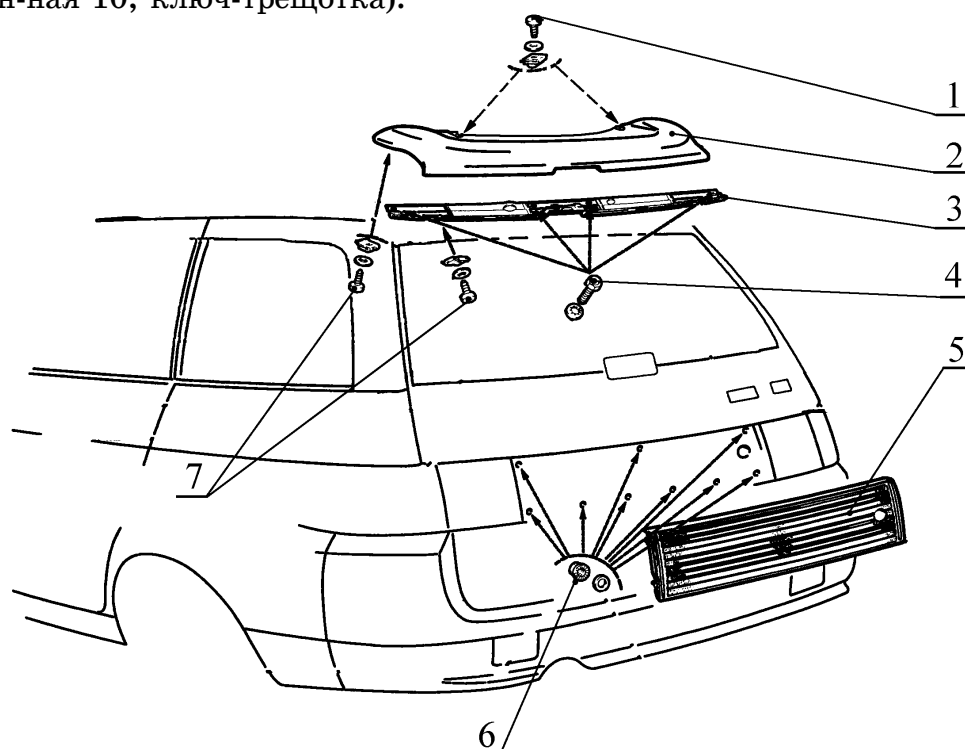

Рис.1. Дверь задка а/м ВАЗ-2111.
3.1 Отвернуть два винта 1, рис.1, четыре винта 7, снять спойлер 2 (отвертка крестообразная).